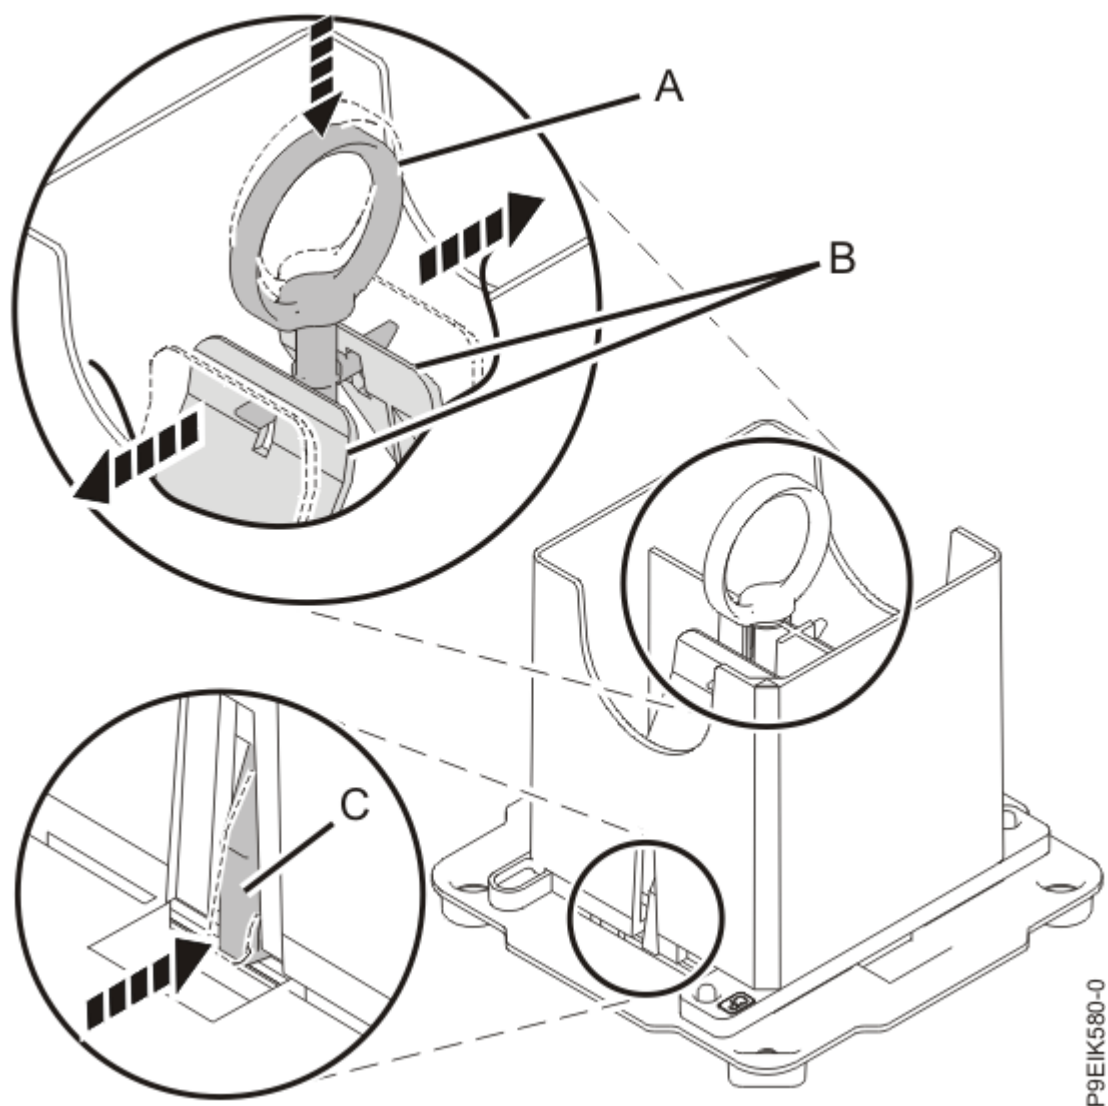

Figura 16. Cómo encajar el módulo del procesador del sistema en la herramienta
- c) Con la herramienta de extracción apoyada en la parte superior del módulo del procesador del sistema, presione el anillo **(A)** con cuidado de forma que las pestañas azules **(B)** queden hacia fuera y el agarre se enganche con el módulo del procesador del sistema **(C)**, tal como se muestra en la Figura 16 en la página 19.